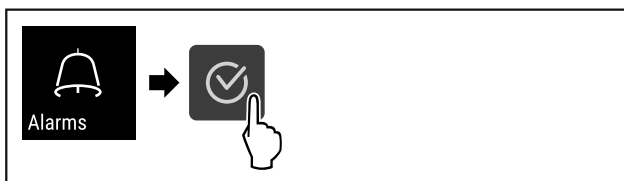

Fig. 121
- ▶ Stappen (zie Fig. 121) uitvoeren.